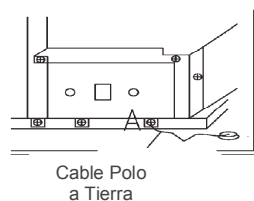

Fig. 1
- Tornillos A y B en la Fig. 1 son usados solamente para empaque, y deben de ser removidos y descartados cuando el aire acondicionado es instalado.